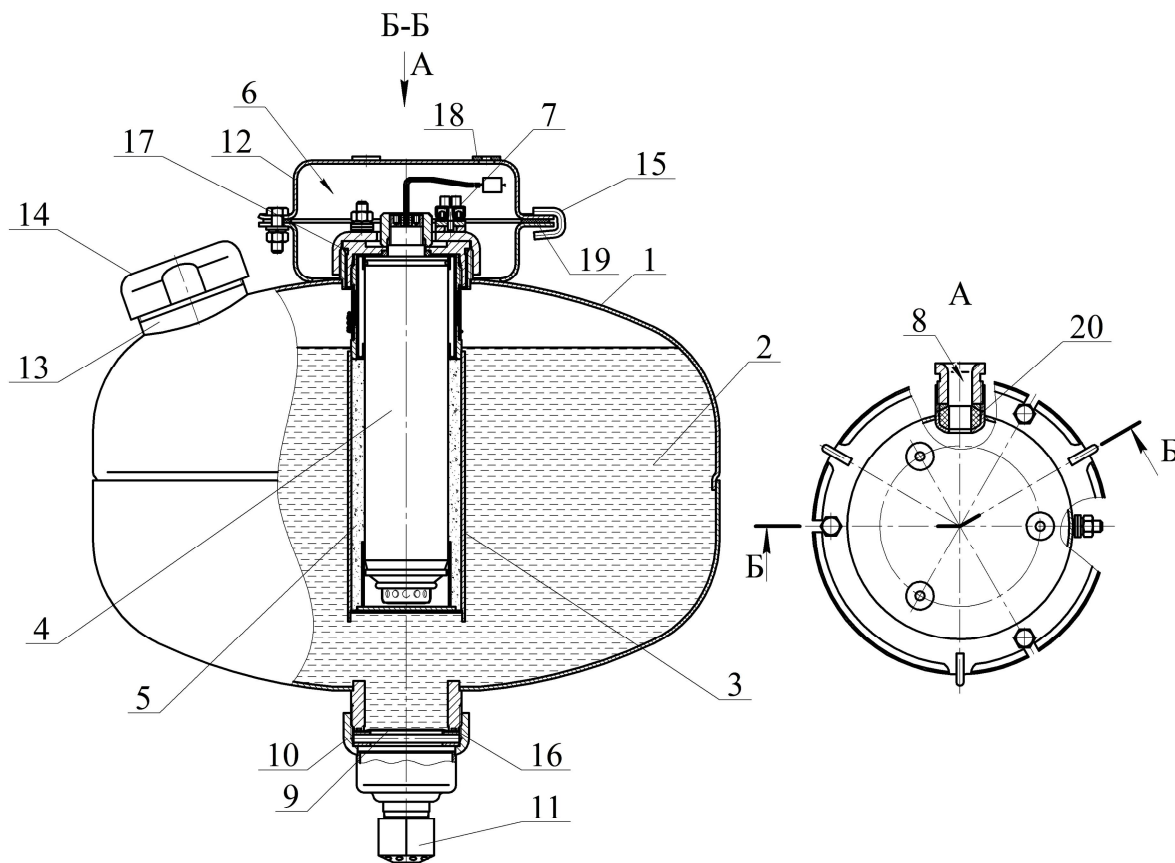

Рисунок 1
1.4.1.1 МУПТВ (см. рисунок 1) состоит из корпуса **1**, заправленного жидким ОТВ **2**, в котором размещено газогенерирующее устройство **3**. В герметичный корпус газогенерирующего устройства со степенью защиты IP68 установлен ИХГ **4** с элементом электропусковым. Зазор между ИХГ корпусом газогенерирующего устройства заполнен пористым искрогасящим материалом **5**.
2.1.3 Закрепить кронштейн **12** (см. рисунок 1) на потолке. Координаты отверстий в кронштейне приведены на рисунке 3.
2.1.5.1 Залить в отверстие верхней горловины **13** (см. рисунок 1) воды по ГОСТ 6709-72, СанПиН 2.1.4.1074-01 (температура воды должна быть плюс (15...25)°C) объемом  $12,15^{+0,2}$  дм3. Открыть упаковку с жидкой добавкой к воде и залить ее в отверстие верхней горловины **13**. Установить в отверстие горловины предохранительный клапан **14**. Сверху закрутить гайку до упора.
2.1.6 Накрутить до упора насадок-распылитель **11** (см. рисунок 1).